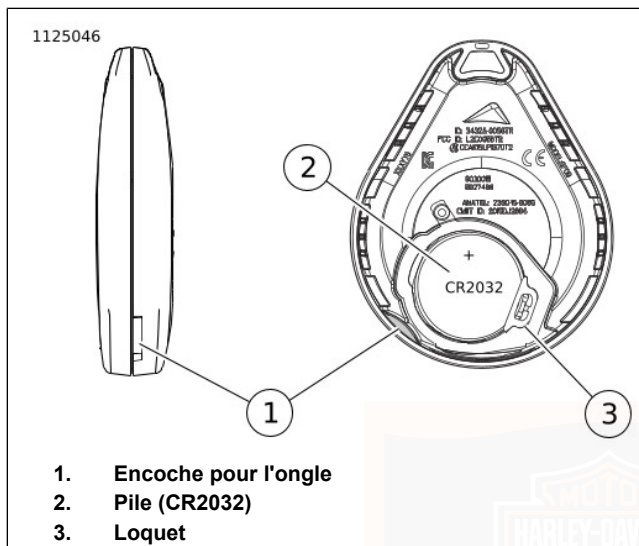

Figure 15. Remplacer la pile du porte-clés
- Voir Figure 15 . Le numéro de série du porte-clés se trouve aussi à l'intérieur du porte-clés.
1. Voir Figure 15 . Pour ouvrir le porte-clés, faire tourner une lame mince dans la fente (1).
2. Déposer la batterie (2) et la mettre au rebut conformément à la réglementation locale.